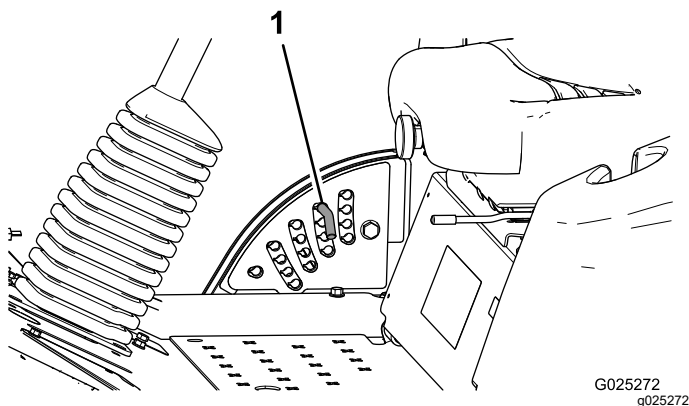

Figura 5
2. Rode o pino de bloqueio até que o pino do mesmo fique alinhado com as ranhuras nos orifícios no suporte da altura de corte e remova-o (Figura 5).
3. Selecione um orifício, no suporte da altura de corte, que corresponda a altura de corte desejada, insira o pino e rode-o para o bloquear no lugar (Figura 5).
**Nota:** Existem quatro filas de posições de orifícios (Figura 5). A fila de cima dá-lhe a altura de corte indicada por cima do pino. A segunda fila dá-lhe a altura de corte indicada mais 6 mm.